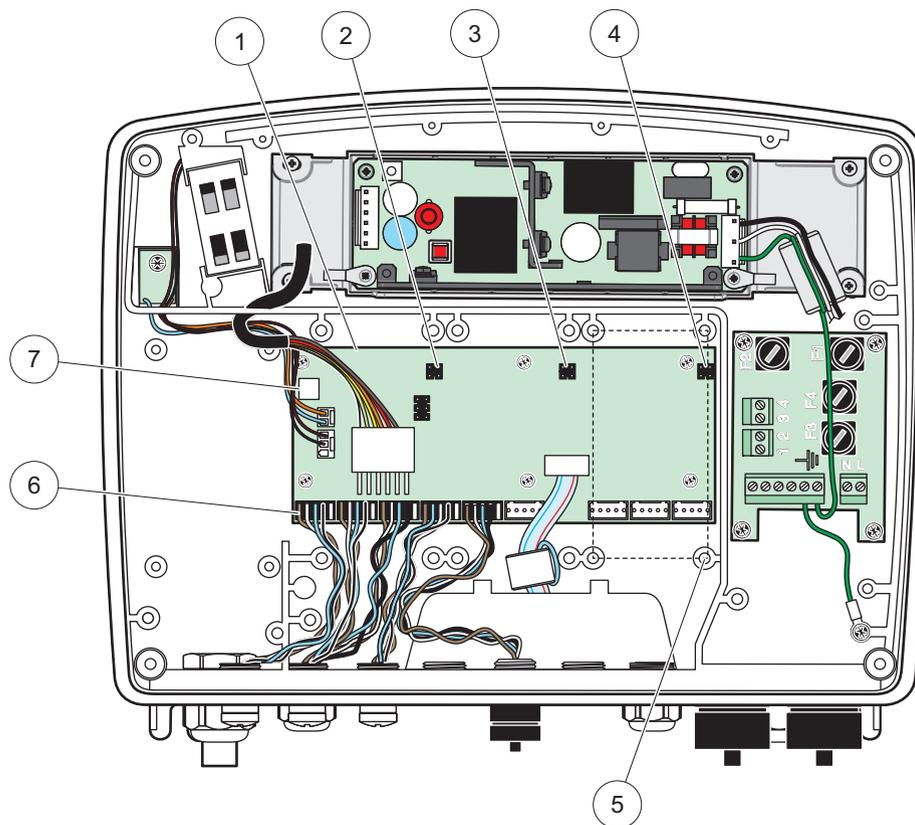

Figura 17 Connessioni per schede di espansione sulla scheda principale
4. Collegare il connettore della scheda sullo zoccolo appropriato della scheda principale (Figura 17).
3. Installare il connettore della scheda sullo zoccolo appropriato della scheda principale (Figura 17).